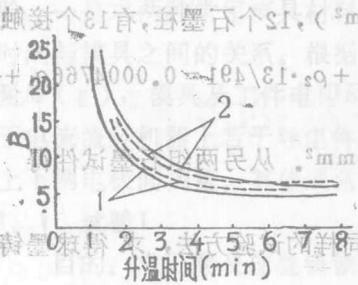
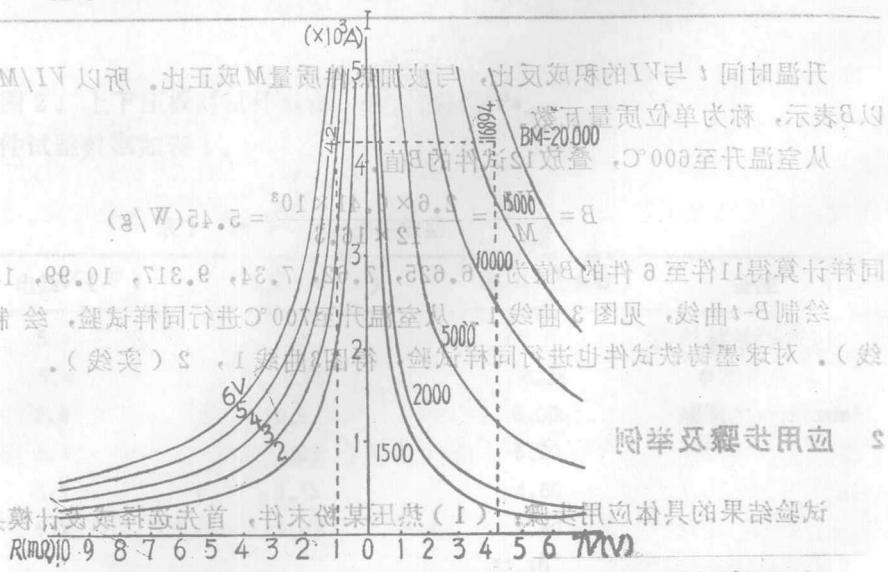

图 3 石墨和球墨铸铁的 $B-t$ 曲线
图 4 R, I, V, BM 诺模图
绘制 $B-t$ 曲线, 见图 3 曲线 1. 从室温升至 700 $^{\circ}\text{C}$ 进行同样试验, 绘制图 3 曲线 2 (虚线). 对球墨铸铁试件也进行同样试验, 得图 3 曲线 1, 2 (实线).
要求确定烧结温度 ($^{\circ}\text{C}$) 及升温时间 t 。(4) 按图 3 相应
曲线得 $B = VI/M$ 值，并计算 $BM = VI$ 。(5) 根据 R, I, V, BM 诺模图 (图 4)，
若要求在 5min 左右升温至 700°C ，按图 3 (b) 曲线 2，得 $B = 5.3$ 。计算 $BM = 16894$ 。查图 4，在 $R = 0.9943\text{m}\Omega$ ， $BM = 16894$ 条件下，匹配电压电流 $V = 4.2\text{V}$ ， $I = 4.22\text{kA}$ ，如虚线所示。二级输出电压 $3.4 \sim 8\text{V}$ 分级可调，考虑损耗 $1.5 \sim 2.5\text{V}$ 后，到模具两端电压应在 4.2V